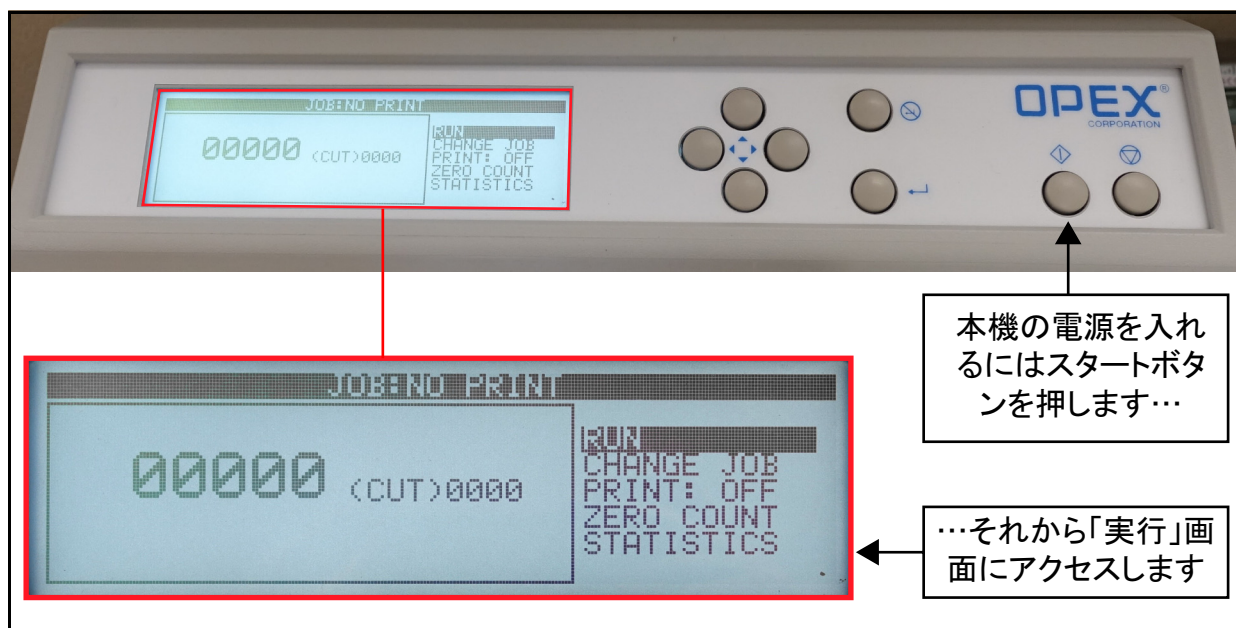

図 4-6: スタートボタン
4. **スタートボタン** を押して本機を起動させます (図 4-6)。これにより**実行画面**が表示されます。